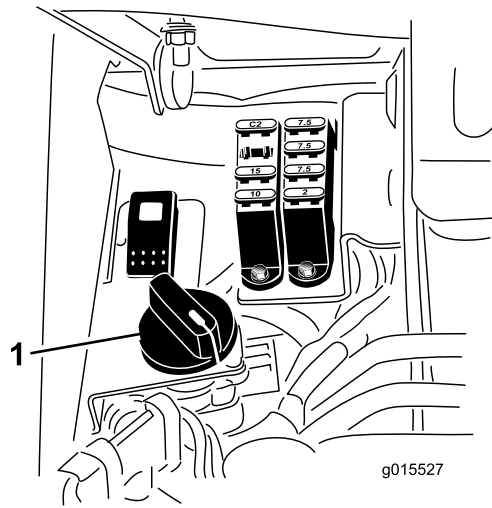

Bild 41
4. Drehen Sie zum Einstellen der Spindeldrehzahl das Handrad (Bild 41), bis die Zeiger auf die Nummer zeigen, die der gewünschten Einstellung entspricht.